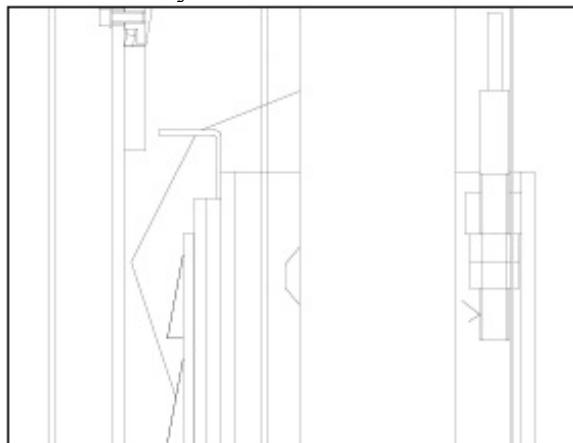

Рис. 15
- Во время подъема и опускания тросы должны быть равномерно натянуты. Рис. 15